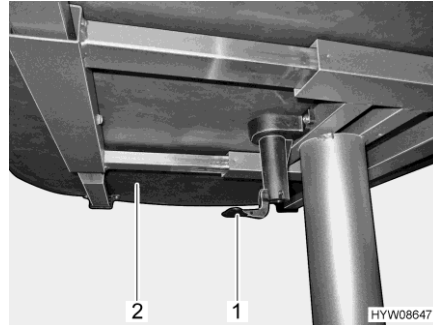

Fig. 55 Palanca para desplazamiento del tablero de la mesa
- Tirar o empujar la palanca (Fig. 55,1) hacia abajo.
- Desplazar a la posición deseada el tablero de la mesa (Fig. 55,2).